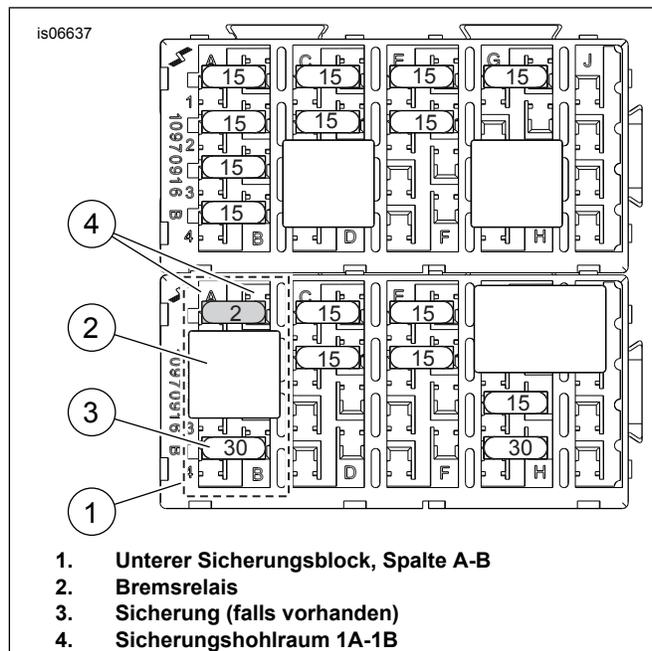

Abbildung 14. Sicherungshohlraum „P&A IGN“ (Touring-Modelle von 2008-2013)
3. Siehe Abbildung 14. Sicherungshohlraum 1A-1B (markiert mit „P&A IGN“, „2A MAX“ auf dem Deckel) am unteren Sicherungsblock (1) suchen. Das Bremsrelais (2) und die Sicherung (3, falls vorhanden) ausfindig machen, die gegenwärtig in Spalte A-B eingebaut sind, und deren Lage notieren.
7. Die 2-A-Sicherung (18) aus dem Satz in den Sicherungshohlraum 1A-1B ( Siehe Abbildung 14. Abbildung 4) einsetzen, um den Stromkreis zu schließen.